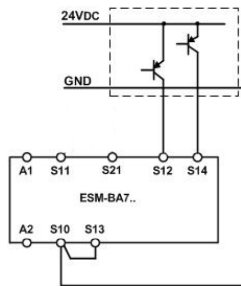
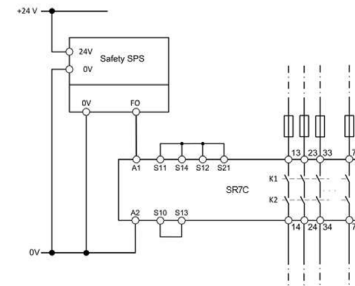

Bild 9: Zweikanalige Not-Halt-Schaltung mit pnp-Halbleiterausgängen/OSSD-Ausgängen mit Querschlosserkennung (Kategorie 4, bis PL e).
Bild 10: Anschluss an fehlersichere Steuerung (Kat. 4, bis PL e)
- Für Anwendungen nach Bild 9 und Bild 10 ist folgendes zu beachten: